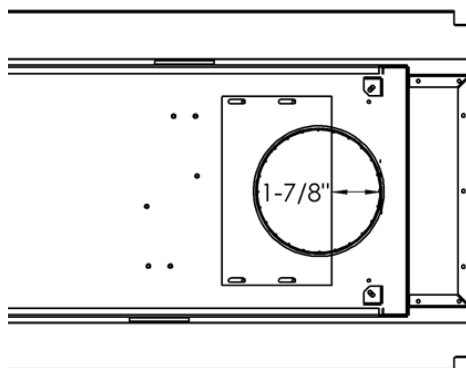

Fig.3
3. Pour un conduit d'évacuation vertical de 20 à 30pi de haut, le réducteur doit laisser une ouverture de 1-7/8" à partir de l'arrière du carneau (Fig.3).